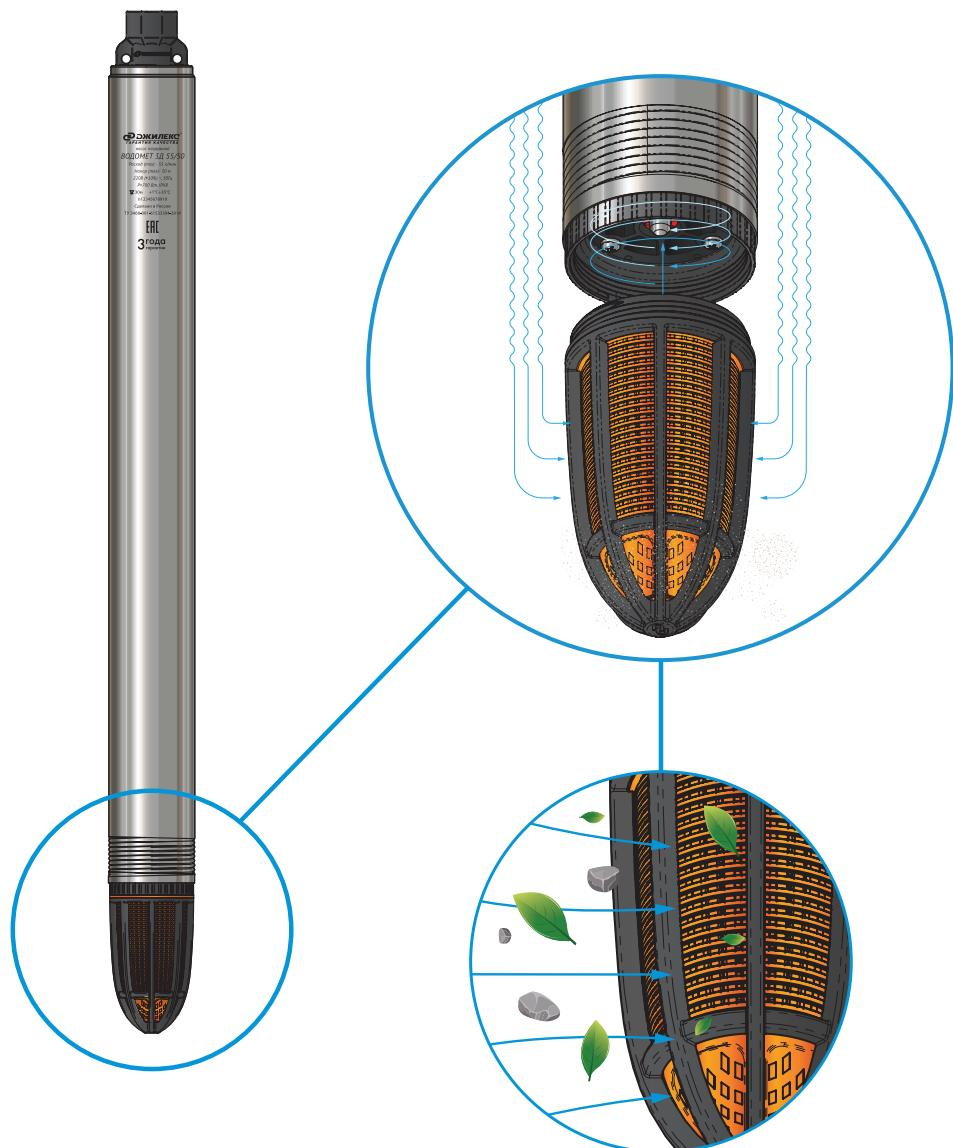

Рисунок 2
- В нижней части насоса «ВОДОМЕТ 3Д» расположена водозаборная часть, состоящая из крышки и съемного сетчатого водозаборного фильтра (рисунок 2). Съемный водозаборный фильтр позволяет обеспечить повышенную степень защиты насоса, предотвращая всасывание грязи и песка. Конусообразная форма нижней крышки облегчает опускание насоса в скважину при «ступенчатом» соединении обсадных труб. Площадь поверхности заборной сетки фильтра в разы больше, чем у классической конструкции водозаборной части насоса. Это позволяет полноценно качать воду, даже если ошибочно при монтаже насос опустили на дно источника или при частичном засорении всасывающей сетки, не теряя при этом своих характеристик и не подвергая перегрузкам электродвигатель. Фильтр состоит из двух частей – адаптера и фильтрующей сетки, соединенных между собой резьбой. При загрязнении глиной, илом, длинноволокнистыми включениями достаточно открутить фильтрующую сетку и очистить её. Это упрощает обслуживание и увеличивает срок службы насоса.